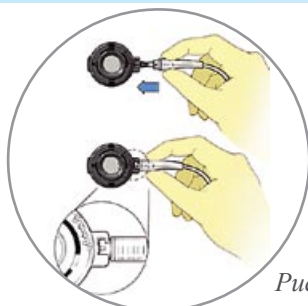

Рисунок 3
- Полностью введите переходник с фиксатором в соединительную часть корпуса порта. Выступы переходника с фиксатором должны совпасть с выемками в соединительной части корпуса порта (Рисунок 3).